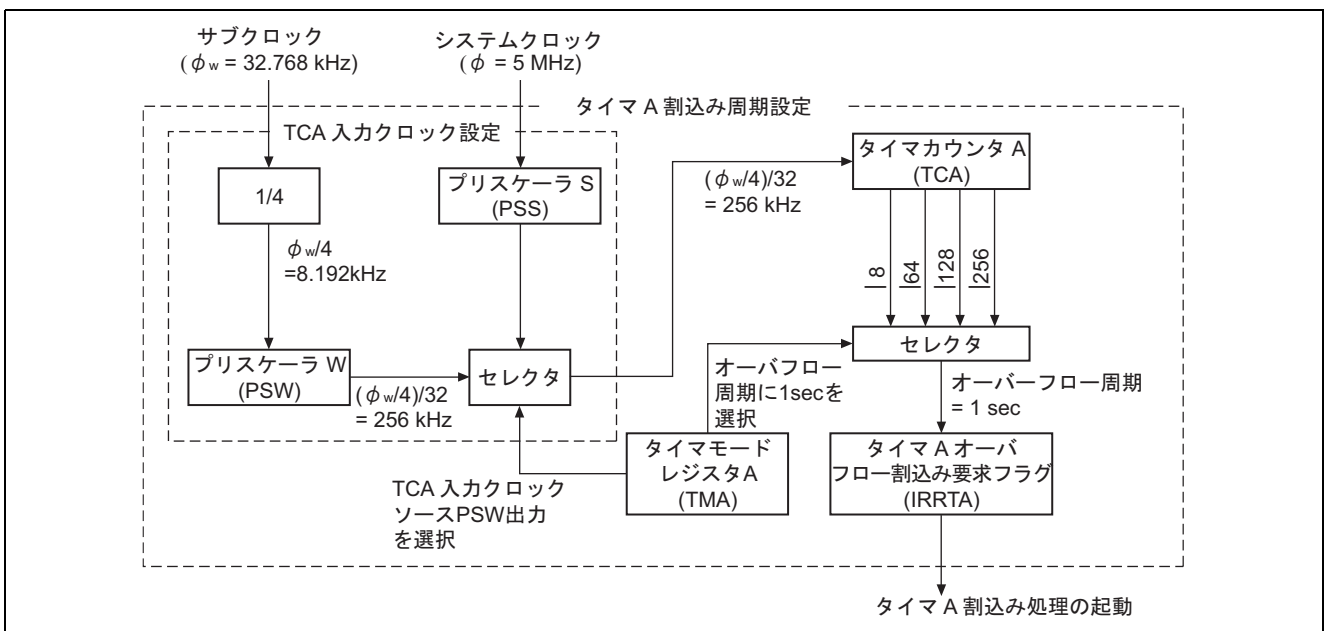

図 1 タイマ A 時計用タイムベース機能ブロック図
- (1) 本タスク例では、タイマ A 時計用タイムベース機能を使用して、1sec ごとに LED の点灯/消灯を行ないます。図 1 にタイマ A 時計用タイムベース機能のブロック図を示します。以下にタイマ A 時計用タイムベース機能のブロック図について説明します。